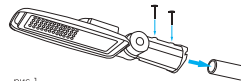

рис. 1
5.6.1 Монтаж светильника на трубу консоли (рис. 1).